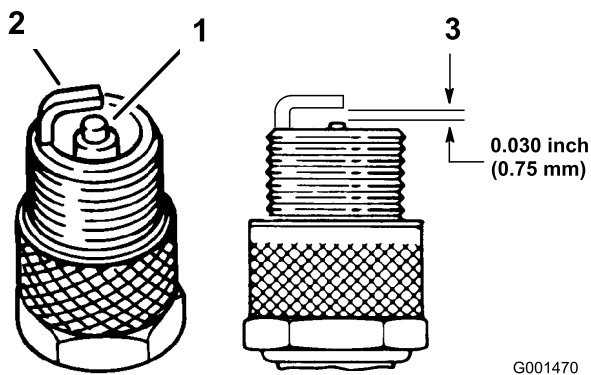

图24
1. 查看火花塞的中心（图24）。如果您看到绝缘体上有浅棕色或浅灰色涂层、说明发动机运行正常。如果绝缘体上的涂层是黑色的、通常意味着空气滤清器已变脏。
2. 检查中心电极与侧电极之间的空隙（图24）。如果空隙不正确，请弯转侧电极（图24）。
3. 将电线连接到火花塞上（图24）。